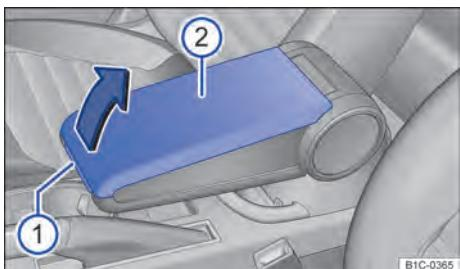

Fig. 96 No descansa-braço central: porta-objetos.
Para *abrir*, pressionar o botão \Rightarrow Fig. 96 ① e puxar a tampa ② para cima, no sentido da seta.